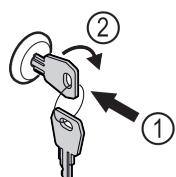

Fig. 129
- Πίεστε μέσα το κλειδί Fig. 129 (1).
- Περιστρέψτε το κλειδί 90° δεξιόστροφα Fig. 129 (2).